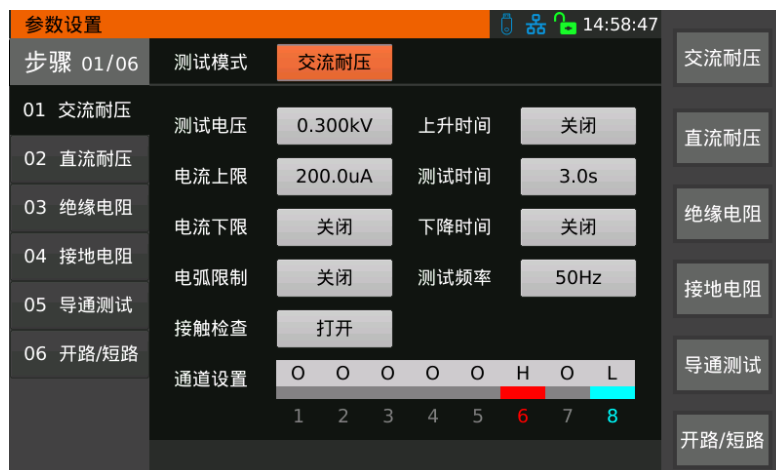

图 3-12 测试模式选择
3. 触摸【测试模式】选项键或【▶】方向键，进入如图 3-12 所示界面，可选不同的测试模式，包括交流耐压、直流耐压、绝缘电阻、接地电阻、导通测试、开路/短路。